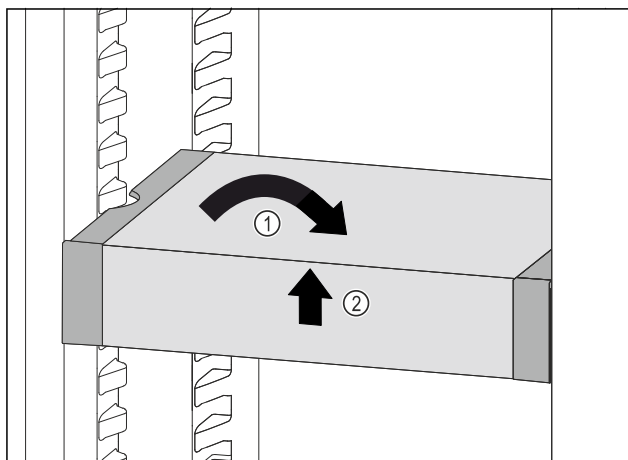

Fig. 64
- ▶ Remettre le VarioSafe droit. Fig. 64 (1)
- ▶ Soulever la partie avant du VarioSafe. Fig. 64 (2)